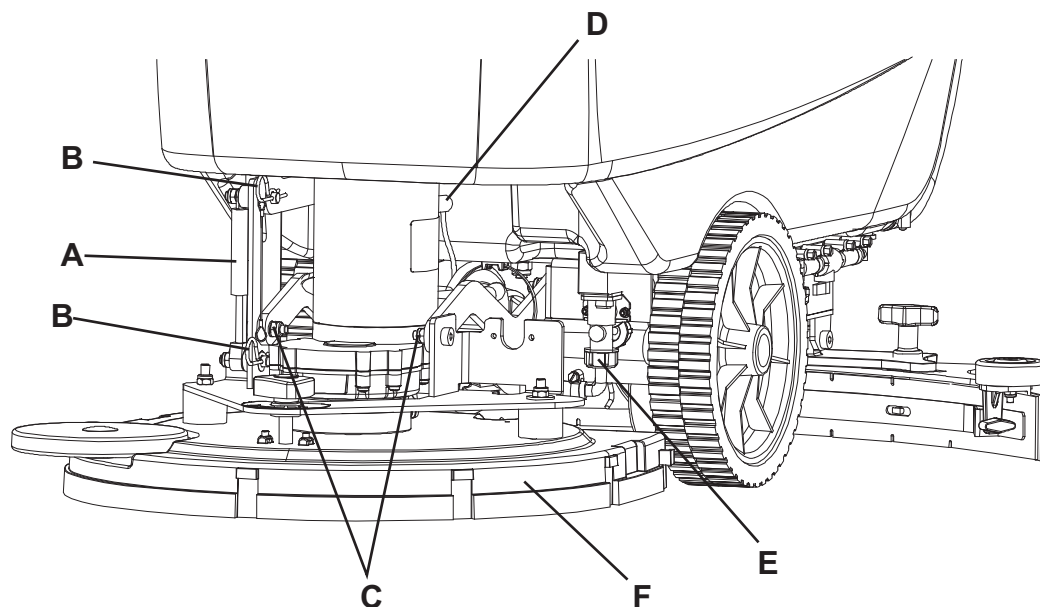

Рис. 12
3. Опустите платформу щетки/держателя прокладки, нажав педаль (11).
4. Удалите шпильки (B, Рис. 12) и пневматическую пружину (A), если они установлены.
5. Отсоедините электрический разъем (D) двигателя щетки/держателя прокладки.
6. Отсоедините узел шланга раствора (E).
7. Удалите винты (C), затем снимите платформу щетки/держателя прокладки (F).
- Когда машина оборудована платформой с цилиндрическими щетками (18c), должна быть установлена пневматическая пружина (A).